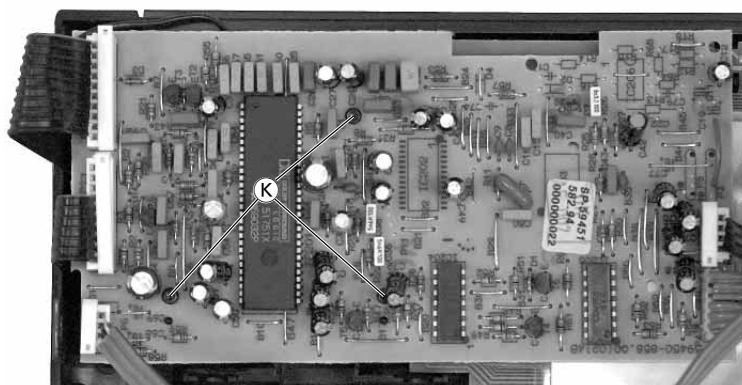

Fig. 6
- 3 Schrauben ⑫ herausschrauben (Fig. 6).
- Undo 3 screws ⑫ (Fig. 6).